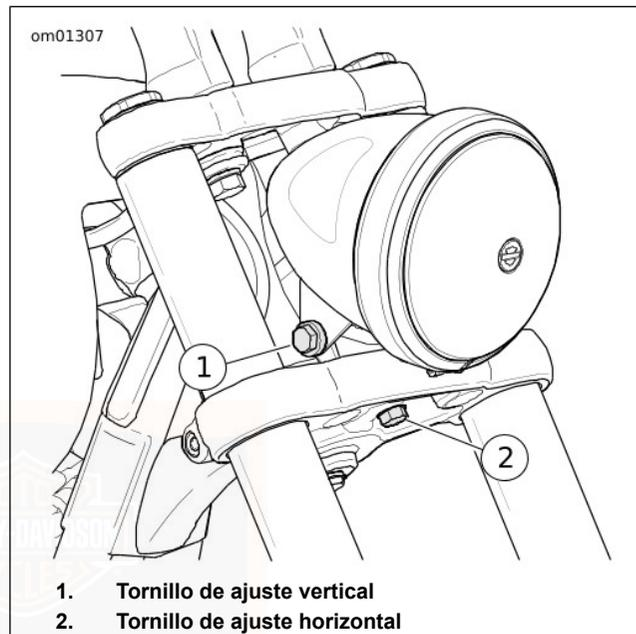

Figura 60. Ajuste del faro delantero (típico)
1. Vea Figura 60. Afloje el tornillo de ajuste horizontal (2). Ajuste el faro delantero de manera horizontal para dirigir el haz de luz directamente hacia adelante.
3. Afloje el tornillo de ajuste vertical (1). Ajuste el faro delantero verticalmente hasta que el haz se centre en línea horizontal.
4. Ajuste el tornillo de ajuste vertical (1) a: